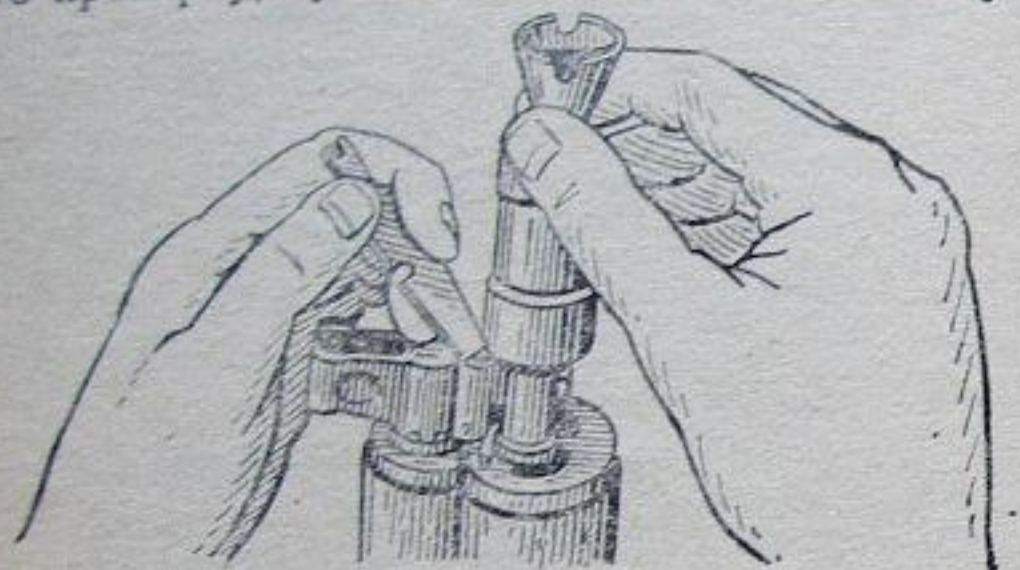

Рис. 4. Отделение пламегасителя
3) Отделить пламегаситель (рис. 4). Утопить отверткой фиксатор пламегасителя и отвинтить пламегаситель с резьбового выступа основания мушки (со ствола), вращая его против хода часовой стрелки. В случае затруднительного свинчивания пламегасителя допускается отвинчивание его с помощью шомпола, вставленного в выемки пламегасителя.